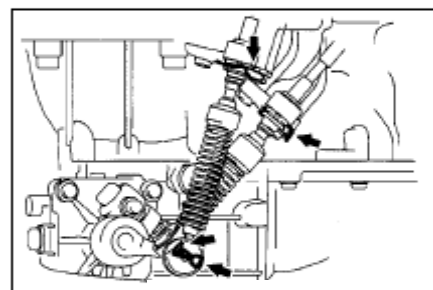

Рис.81
- (4) Снимите два прижимных кольца и отсоедините два кабеля управления от держателя(рис.81).